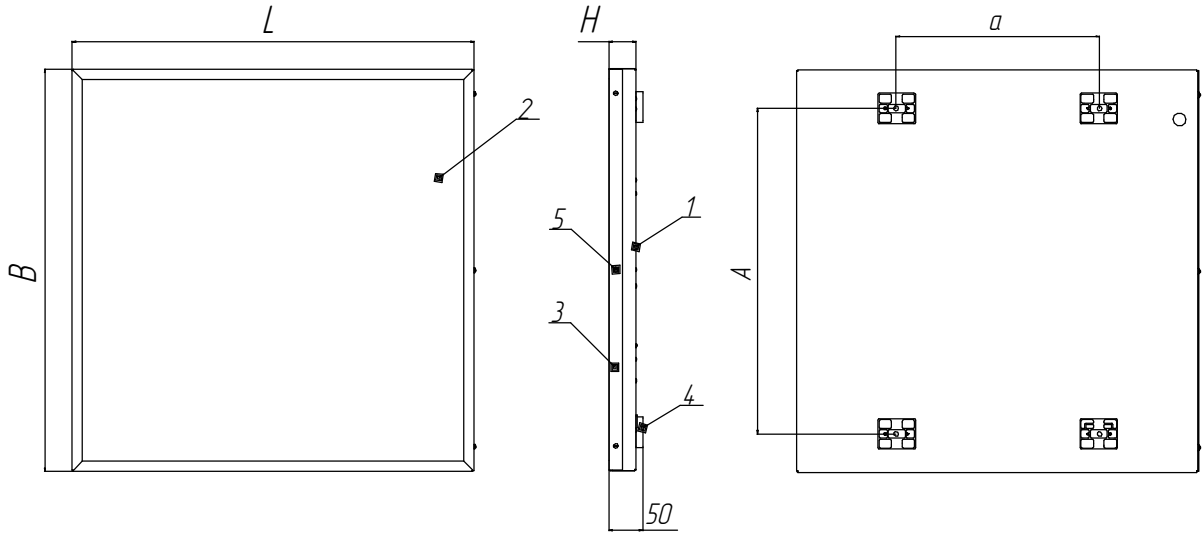

Рисунок 1 - Светильник серии ДПО12
6.3 Снимите боковую планку поз.3, отвернув удерживающие ее винты поз.5 (рис. 1).